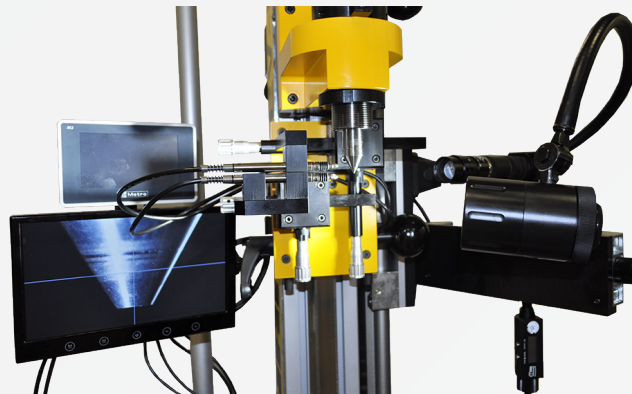

Abb. 31: Kameraausleger ausrichten
6. Endfokussierung über Kamerafeineinstellung (Siehe Abbildung 31).